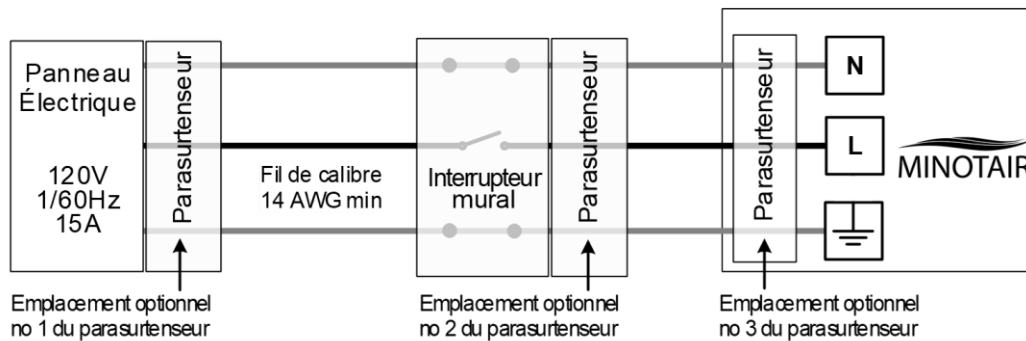

Figure 24 – Branchement de l'appareil.
- Un circuit dédié et rien d'autre qu'un circuit dédié de 120Vc.a. et 15A doit être utilisé et le branchement doit se faire par un électricien qualifié. Il est toujours de mise d'installer un interrupteur mural à proximité du MINOTAIR qui servira à couper son circuit d'alimentation pendant les activités d'entretien et de dépannage (Figure 24).